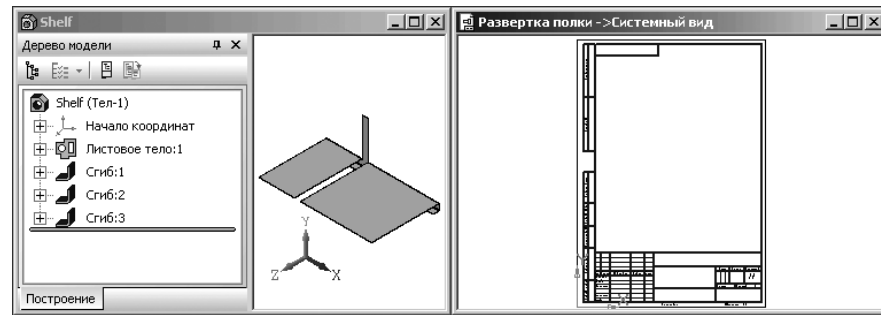

Рис. 7.38. Окна модели полка и чертежа в состоянии **Мозаика вертикально**
- щелкните мышью во втором окне для его активизации, а затем нажмите на клавишу **F9** для полного показа содержимого окна. Это состояние окон системы показано на рис. 7.38;